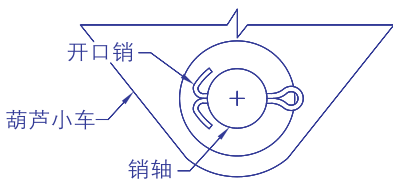

图5E. 在销轴上安装开口销
5.3 折弯开口销（图5E）。
完全折弯开口销（图5E），如果开口销有裂纹或疲劳现象，必须将其更换。